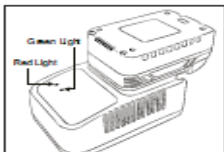

Fig. 2
- Sluit de oplader aan op een stopcontact. Plaats de accu in de oplader en lijk de verhoogde ribbel op de accu uit met de greif in de oplader. (Fig. 2)